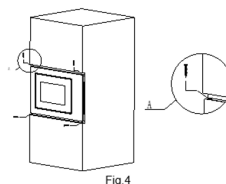

Fig 4
4. Brug skruerne fra emballagen til at fastgøre mikrobølgeovnen i skabet. (Fig. 4)